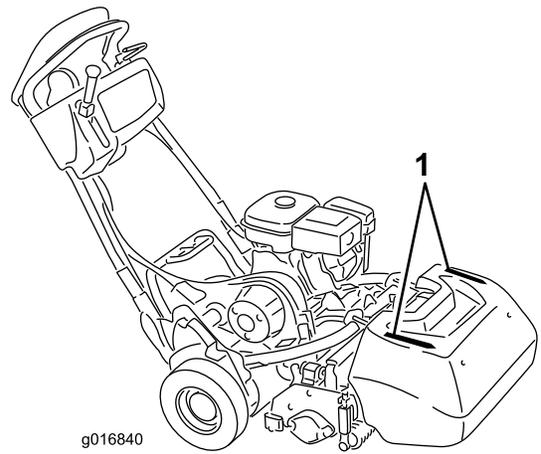

图31
- 为帮助剪草机保持在果岭上的直线操作且和上一道剪草边缘的距离保持均衡应使用集草斗上的对准条 图31。